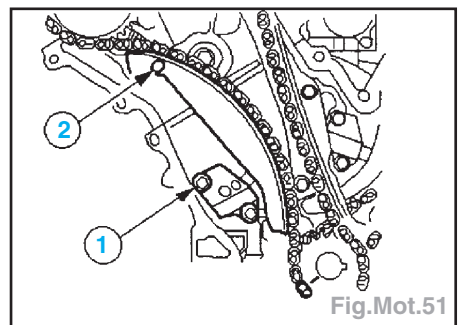

Fig.Mot.51
- Déposer le tendeur de chaîne (1) de distribution et la plaque d'adaptation de tendeur côté droit (le cas échéant) (Fig.Mot.51).